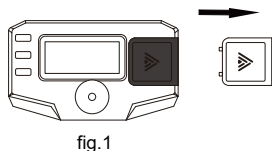

fig.1
---Retire la tapa de la pila (fig. 1).